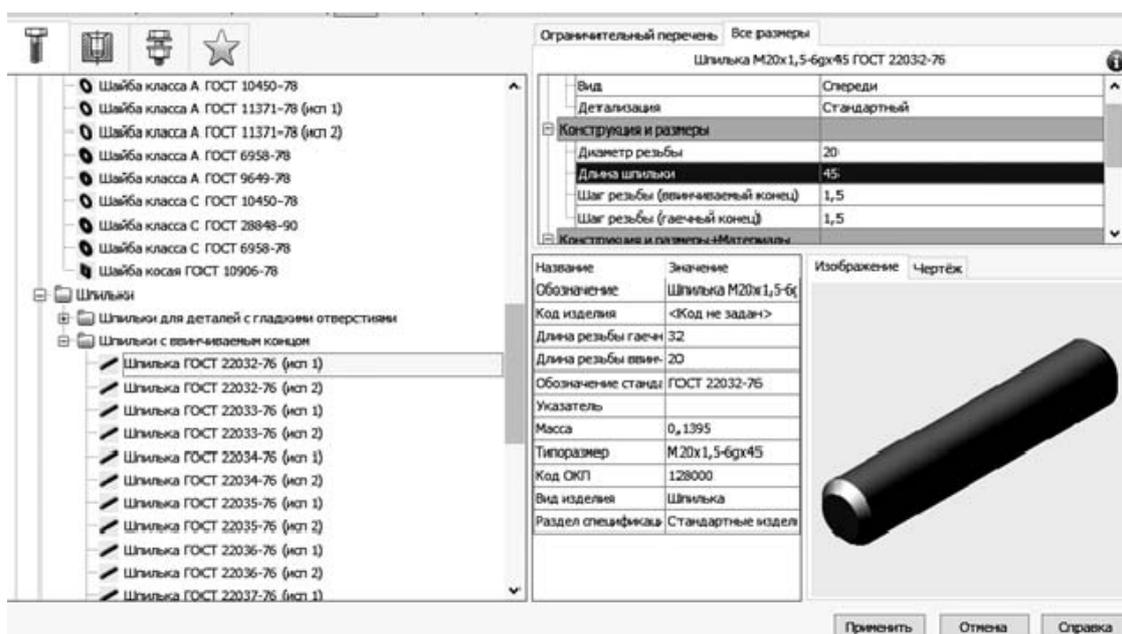

Рисунок 5.15 – Параметры для выбора шпильки
10) вставьте шпильку из библиотеки: **Библиотеки / Стандартные изделия / Вставить элемент.** На вкладке **Стандартные изделия** выберите папку **Крепежные изделия / Шпильки / Шпильки с винчиваемым концом / Шпилька ГОСТ 22032-76 (исп. 1)** и дважды щелкните на ней. В диалоговом окне задайте параметры (рисунок 5.15). Нажмите кнопку **Применить**;